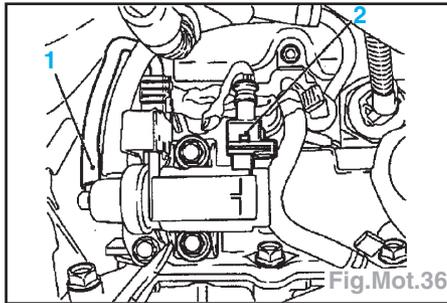

Fig.Mot.36
- l'électrovanne de recyclage des gaz, la conduite (1) et débrancher la fiche (2) (Fig.Mot.36),